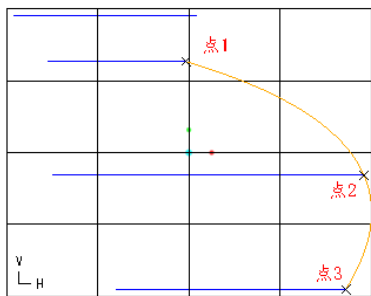

图 5-62 选择 3 个点
- 单击“创建平面曲线”按钮, 按住【Shift】键, 依次单击以选取如图 5-62 所示的 3 个点来创建一条平面自由曲线, 然后单击“确定”按钮.